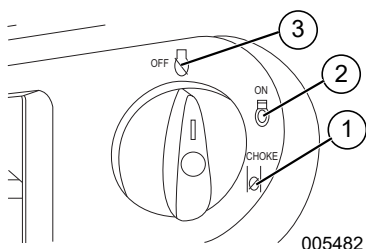

Figura 3-2. Posiciones de apagado/encendido/cebado
1. Consulte la **Figura 3-2**. Gire el interruptor de apagado/encendido/cebado a la posición CHOKE (Cebado) (1).
4. Consulte la Figura 3-2. Cuando el motor arranque, gire el interruptor de apagado/encendido/cebado a la posición ON (2). El cebador reduce su funcionamiento a medida que el interruptor de apagado/encendido/cebado se gira hacia la posición ON.
3. Consulte la Figura 3-2. Gire el interruptor de apagado/encendido/cebado a la posición OFF (3).
1. Consulte la Figura 3-2. Gire el interruptor de apagado/encendido/cebado de la posición STOP a la posición ON. De esta manera se abrirá la válvula de combustible y el motor arrancará.